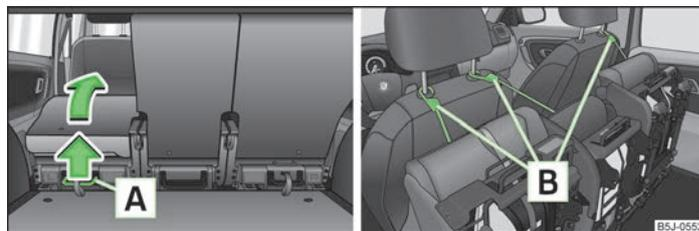

Abb. 40 Sitz komplett vorklappen / Vorgeklappte Sitze verriegeln
- › Den Hebel » Abb. 40 nach oben ziehen und danach den Sitz komplett vorklappen.
- › Den Hebel **A** » Abb. 40 nach oben ziehen und den Sitz komplett vorklappen.
- › Den vorgeklappten Sitz mithilfe des Befestigungsgurts **B** an einer Führungsstange der Kopfstütze des vorderen Sitzes verriegeln » Abb. 40.